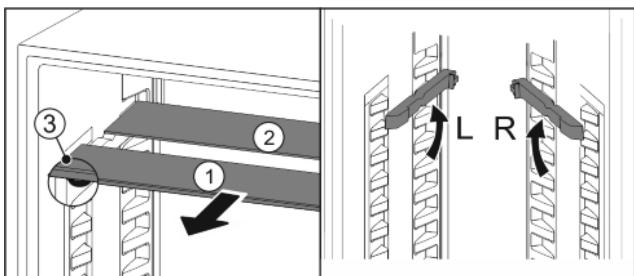

Fig. 20
- Посуньте Fig. 20 (1) скляну панель вперед.
- Скляна панель Fig. 20 (1) зі стопорами лежить спереду.
- Стопори показують вниз Fig. 20 (3).